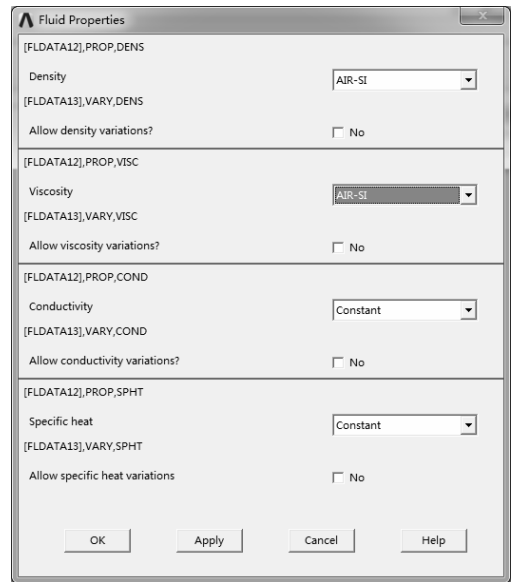

图 10-99 “Fluid Properties” 对话框
1) 选择 “Main Menu>Solution>FLOTRAN Setup>Fluid Properties” 命令，弹出 “Fluid Properties” 对话框，在 “Density” 下拉列表中选择 “AIR-SI”，在 “Viscosity” 下拉列表中选择 “AIR-SI”，如图 10-99 所示。单击 “OK” 按钮完成。